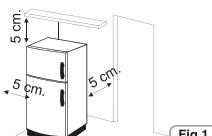

Fig.1
- 1 Compruebe que el espacio presente alrededor del frigorífico sea suficiente para la ventilación. La ilustración (fig. 1) muestra el espacio mínimo necesario para la instalación del frigorífico. Conservando una distancia mayor respecto de la pared, el frigorífico consumirá menos energía eléctrica. El uso del frigorífico en un espacio de menores dimensiones con respecto a las indicadas en la ilustración de abajo (fig. 1), podría provocar un funcionamiento incorrecto, fuertes ruidos y averías.